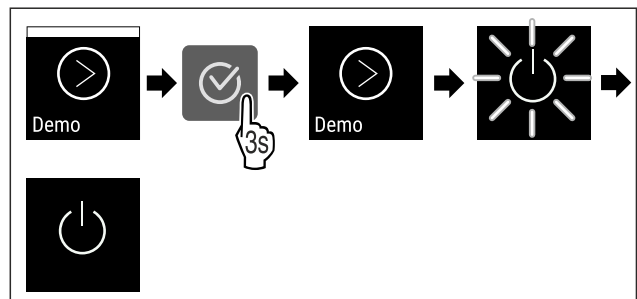

Fig. 112
- ▶ Εκτελέστε τα βήματα ενεργειών (βλέπε Fig. 112) .